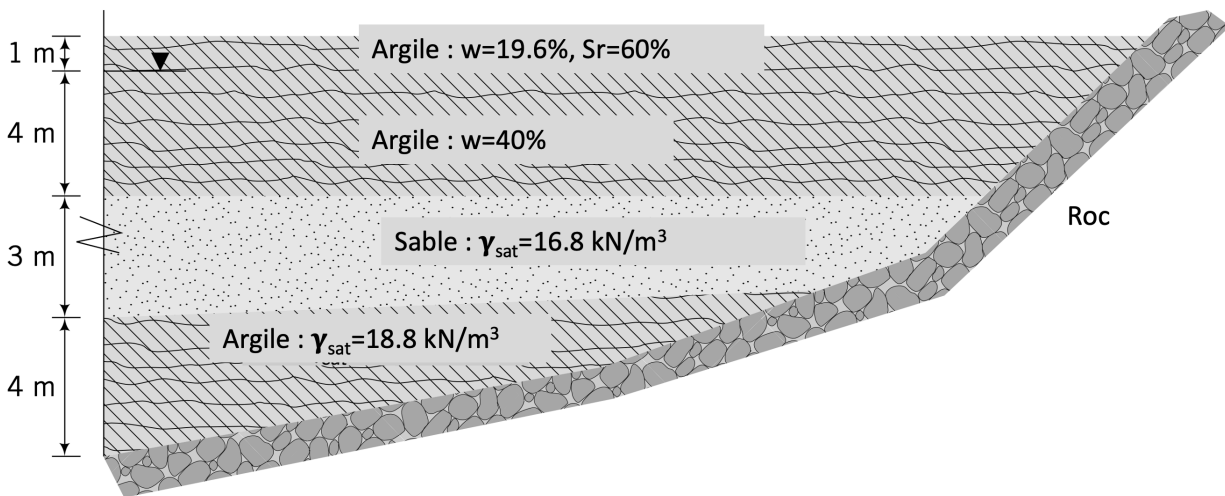

Figure 2
- a) Tracez les contraintes totales et effectives et la pression interstitielle de l'eau avec la profondeur pour le profil du sol illustré à la figure 2 pour les conditions d'infiltration en régime permanent. Un transducteur de pression interstitielle installé au sommet de la couche de sable donne une pression de 58,8 kPa. Supposons que  $G_s = 2,75$ .
Une coupe transversale à travers une paroi de palplanches est donnée sur la figure 2. La conductivité hydraulique du sable est de  $5 \cdot 10^{-7}$  m/s.